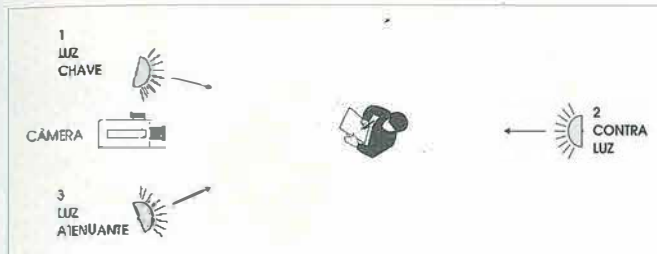

Figura 1: iluminação básica de uma pessoa ou objeto
Neste exemplo da figura 1, basta substituir as modalidades de luz da realidade por refletores correspondentes. Ou seja, iluminar a pessoa com a luz chave (1), contra luz (2) e luz atenuante (3) para que o rosto, visto da câmera, seja iluminado conforme a realidade.